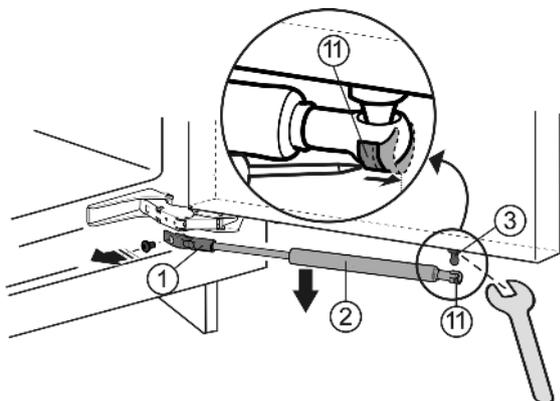

Fig. 3
- Con un cacciavite spingere la molla di trazione Fig. 3 (11) di trazione verso l'esterno.
- Togliere l'ammortizzatore di chiusura Fig. 3 (2) tirando verso il basso.
- Svitare il supporto Fig. 3 (1).
- Svitare il perno sferico Fig. 3 (3) servendosi della chiave fissa.